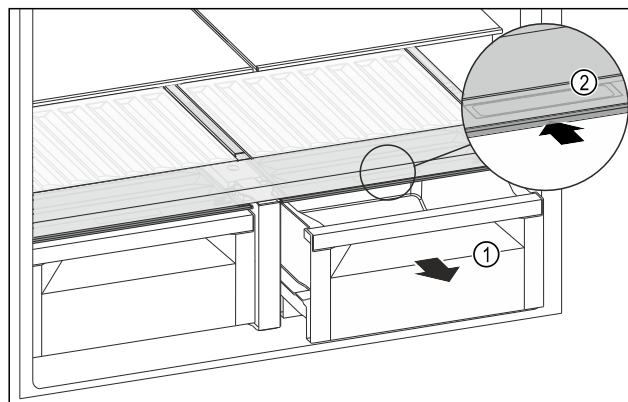

Fig. 129
- Retirer le tiroir Fig. 129 (1).
- Saisir la poignée encastrée Fig. 129 (2) du couvercle du compartiment et pousser le couvercle du compartiment vers l'arrière.